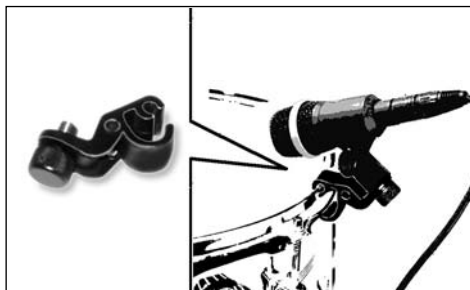

Fig. 4: Fissaggio del microfono sul tom-tom
Vedi fig. 4.
- Vedi fig. 4 a pagina 41.